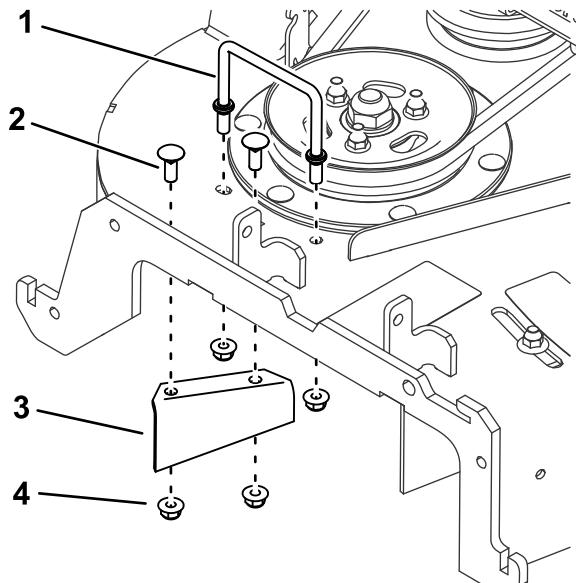

Bild 2
3. Nehmen Sie die Drahtvorrichtung, das Ablenkblech, die beiden Schlossschrauben (3/8 x 1") und die vier Muttern (3/8") vom Mähwerk ab (Bild 2).